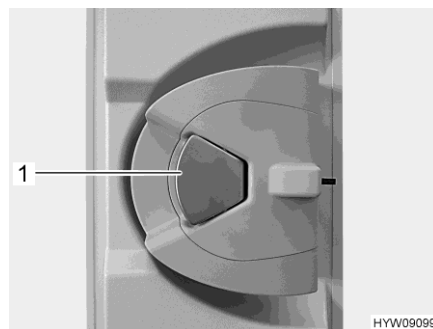

Bild 51 Dörrlås (ingångsdörr insida)
- Om dörrlåset är låst: Dra en gång i dörrhandtaget (Bild 51,1). Dörren är upplåst.
- Drag i dörrhandtaget (Bild 51,1). Dörren är öppen.
- Tryck ned dörrhandtaget (Bild 51,1).